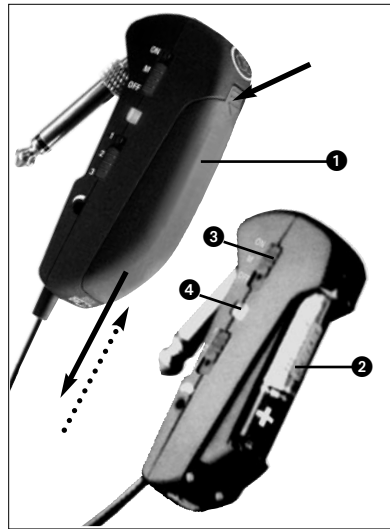

Abb. 2: Batterie einlegen
3.1 Batterie einlegen/austauschen und testen (siehe Abb. 2)
4. Legen Sie die mitgelieferte bzw. neue Batterie (2) wie in Abb. 2 gezeigt in das Batteriefach ein.
5. Stellen Sie den ON/MUTE/OFF-Schalter (3) auf ON.